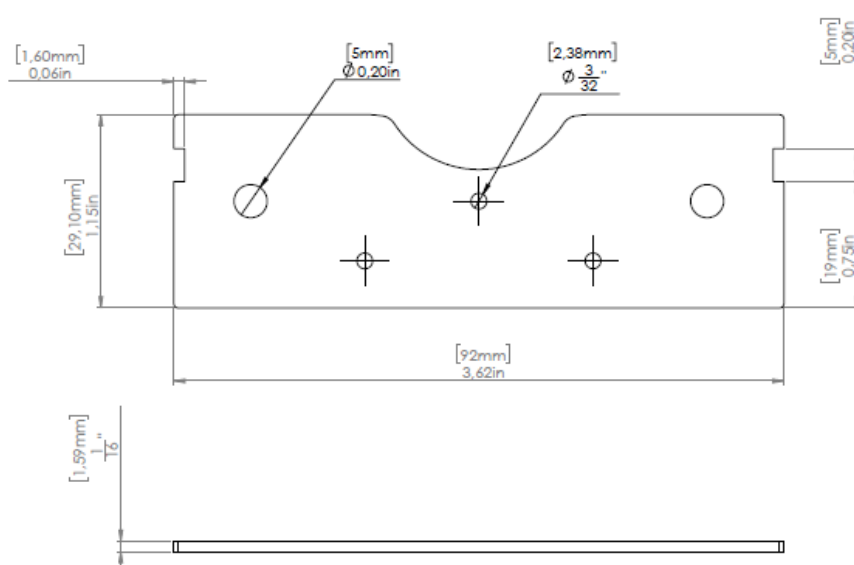
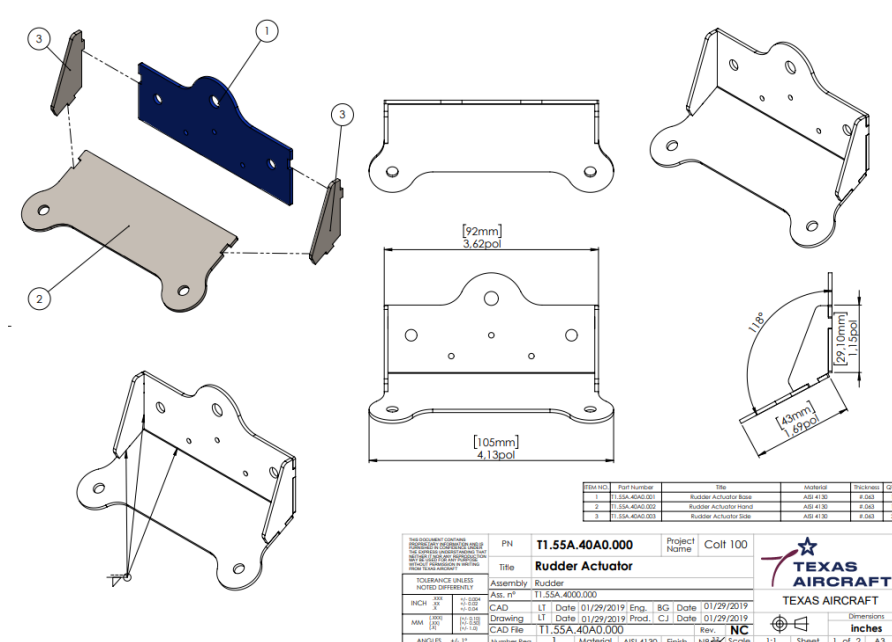

Figura 4: Geometria antiga
Figura 5: Geometria atualizada
- Caso a peça PN: T1.55A.40A0.001 seja da geometria antiga conforme a Figura 4, ela deve ser substituída pela peça Revisão A, conforme a Figura 5.